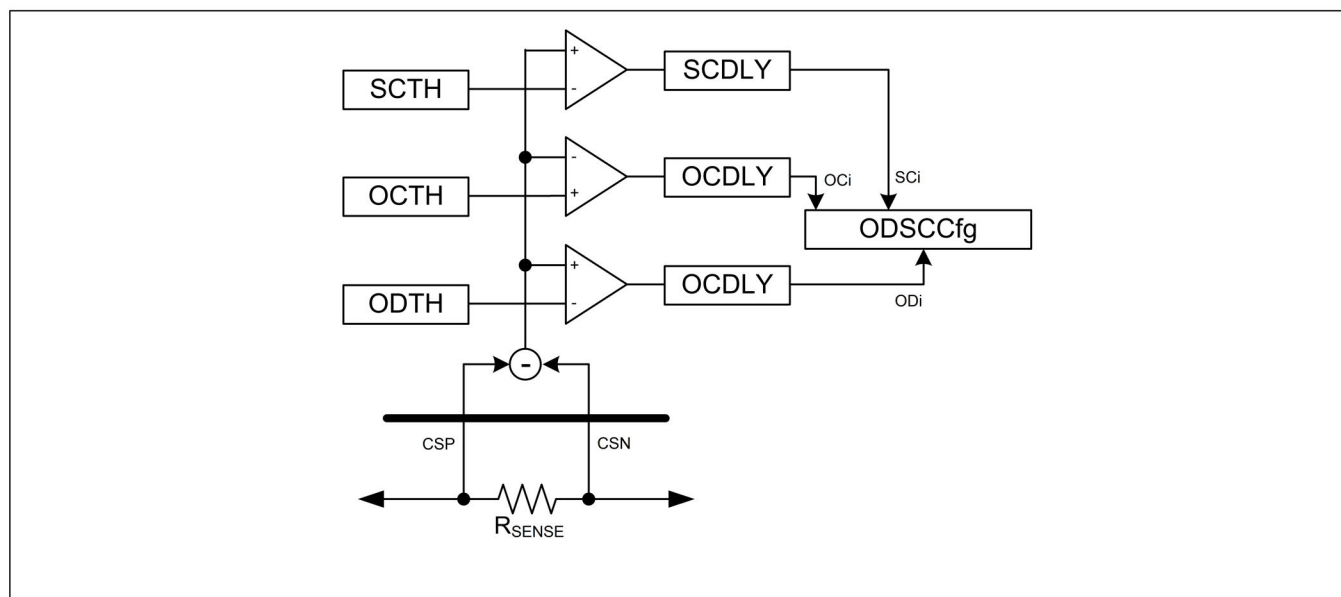

図 13. 過電流コンパレータのブロック図
MAX17335 には、過放電 (OD)、短絡 (SC)、過充電 (OC) と呼ばれる、3 つのプログラマブルな高速過電流コンパレータがあり、過放電電流、短絡電流、過充電電流の保護を制御できます。これらのコンパレータには、プログラマブルなスレッシュホールド・レベルと、プログラマブルなバウンス防止遅延があります。図 13 を参照してください。